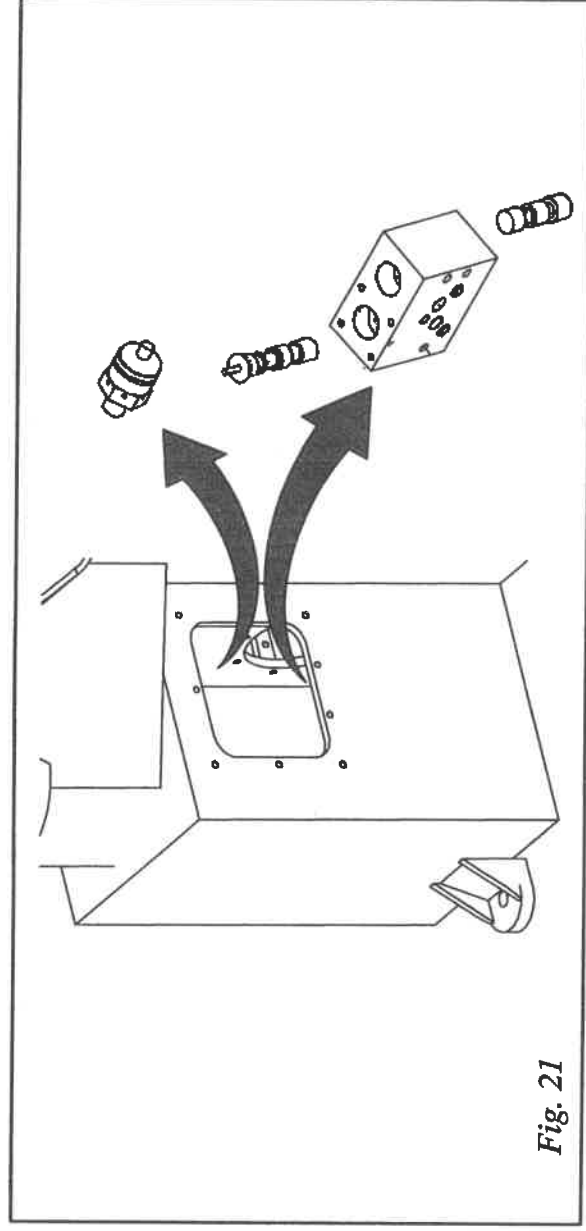

Fig. 21
a) Verificare l'intervento del pressostato (cod. 02003377, tav. 4) e il corretto funzionamento del distributore idraulico (cod. 03000888, tav. 4). Controllare che non vi siano impurità che impediscano il loro buon funzionamento (Fig. 21).